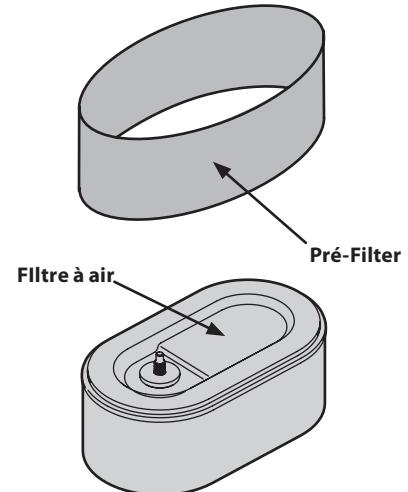

Figure 6-6
5. Enlevez le pré-filtre en mousse qui se trouve autour du filtre à air en papier. Voir la Figure 6-6. Remplacez la cartouche en papier si elle est sale ou endommagée. Nettoyez le pré-filtre en mousse ou remplacez-le s'il est endommagé.